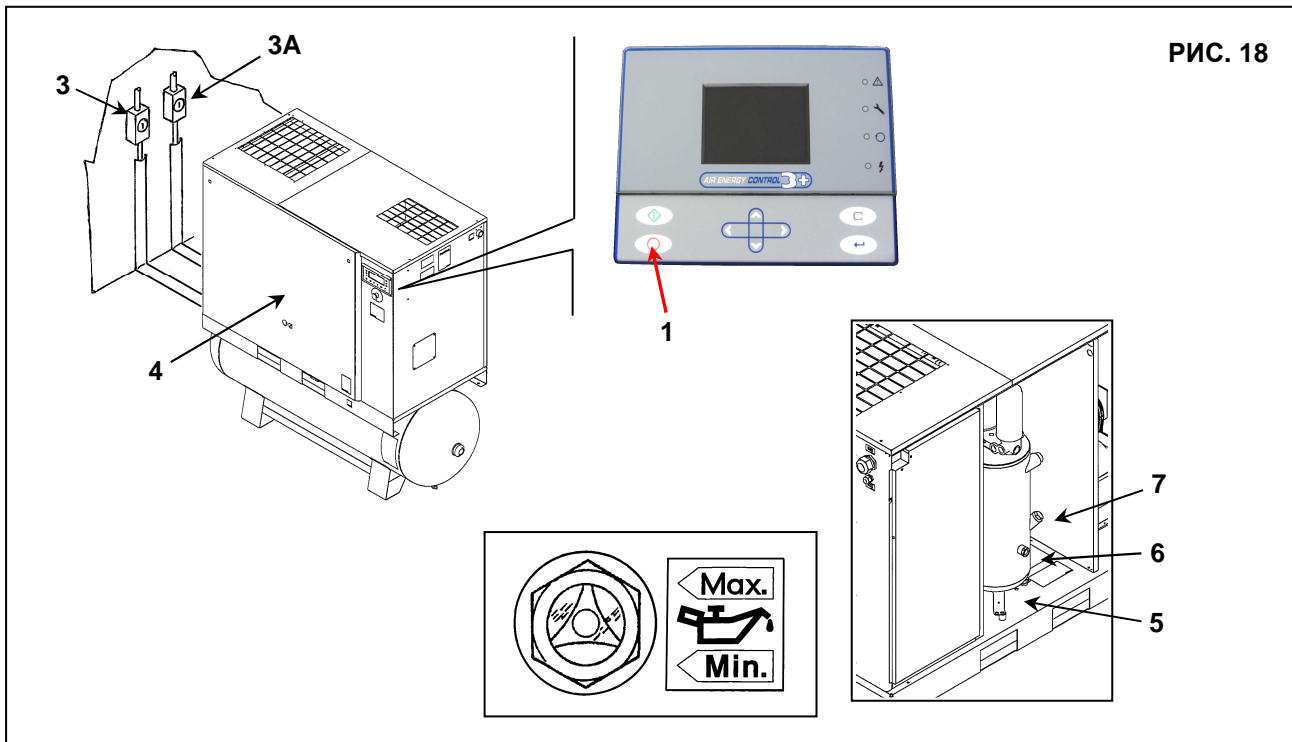

РИС. 18
- Выключите машину кнопкой (поз. 1, Рис. 18): при этом машина остановится через 45 секунд работы на холостом ходу.
- Отключить подачу питания с помощью рубильника поз. 3 рис. 18 (для винтового компрессора) и поз. 3А рис. 18 (для осушителя, если имеется).
- Снимите панели (поз. 4, Рис. 18) прилагаемым ключом.
- МЕДЛЕННО поверните краник (поз. 5, Рис. 18) и дайте конденсату стечь.
- Проверьте уровень масла по указателю (поз. 6, Рис. 18).
- Проверьте уровень масла по указателю (поз. 6, Рис. 18)
- Откройте переднюю панель (поз. 4, Рис. 18) специальным ключом.
- Медленно откройте масляную пробку (поз. 7, Рис. 18).
- Добавьте масло того же типа, которое залито в компрессор, до максимального уровня согласно поз. 6, Рис. 18.
- Выключите заглушку масляного бака (поз. 7, Рис. 18).
- Закройте панель (поз. 4, рис. 18).